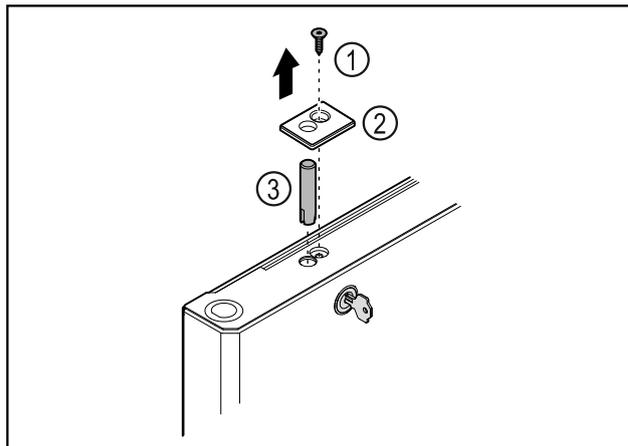

Fig. 38
- ▶ Izņemiet skrūvi Fig. 38 (1).
- ▶ Atbrīvojiet un noņemiet pārsegu Fig. 38 (2) ar mazu skrūvgriezi.
- ▶ Izvelciet slēdzenes tapu Fig. 38 (3).